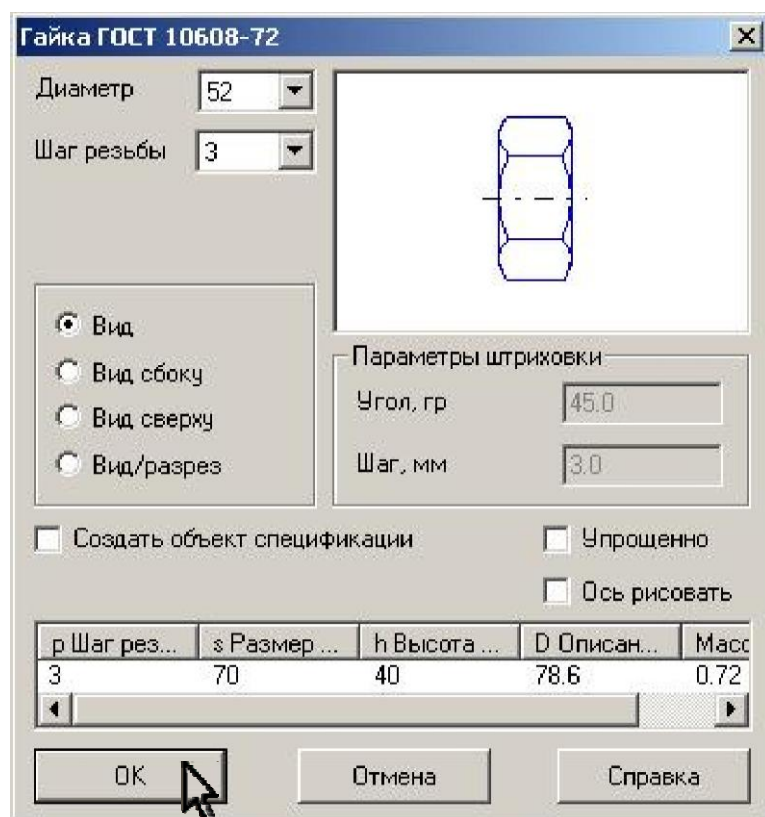
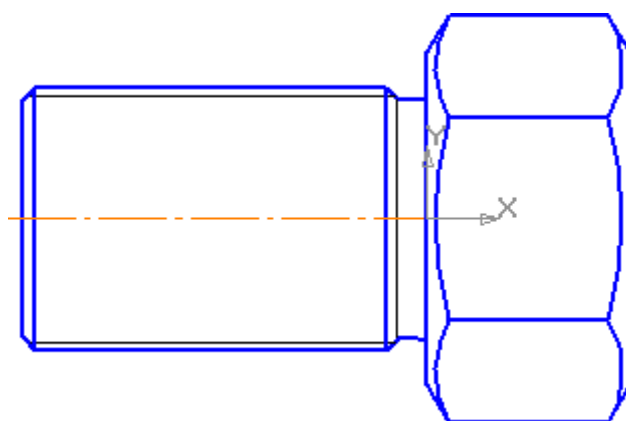
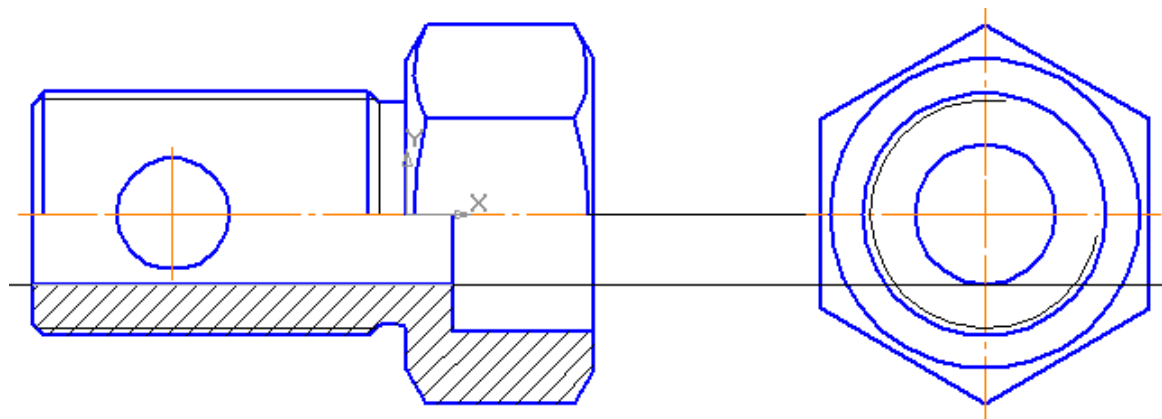
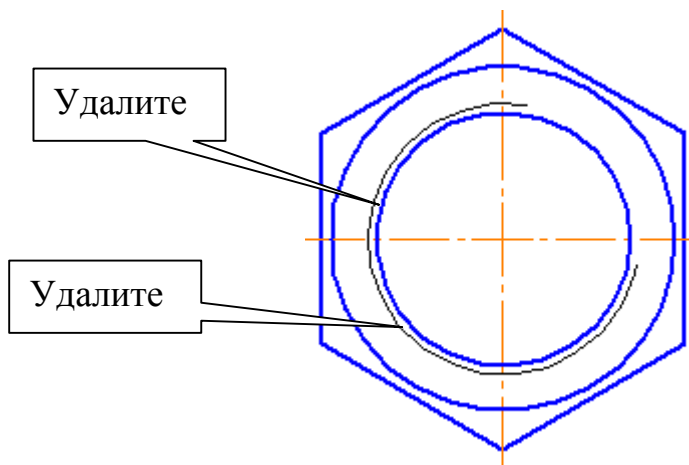

Рис. 6
Рис. 7
Рис. 11
Рис. 12
4. В *Конструкторской библиотеке* в разделе *Гайки – Гайки шестигранные – Гайки уменьшенные* укажите гайку ГОСТ 10608-72, установите параметры: диаметр «52», мелкий шаг «3», вид, рис. 6. Вставьте изображение гайки в чертеж, рис. 7.
7. Выполните в проекционной связи вид слева, рис. 11. Для построения шестиугольника и окружности в **Конструкторской библиотеке** снова в разделе **Гайки – Гайки шестигранные – Гайки уменьшенные** укажите гайку ГОСТ 10608-72, установите диаметр «52» и мелкий шаг «3», вид сверху, с осями, рис. 6. Выделите построенный макроэлемент и из контекстного меню выберите команду **Разрушить**. Удалите изображение резьбы в отверстии, рис. 12. Для изображения резьбы на стержне воспользуйтесь **Прикладной библиотекой КОМПАС**. В разделе **Резьбовые отверстия** выберите **Наружную резьбу** и проставьте необходимые параметры резьбы (М52, шаг «3»). Изобразите окружность Ø30.